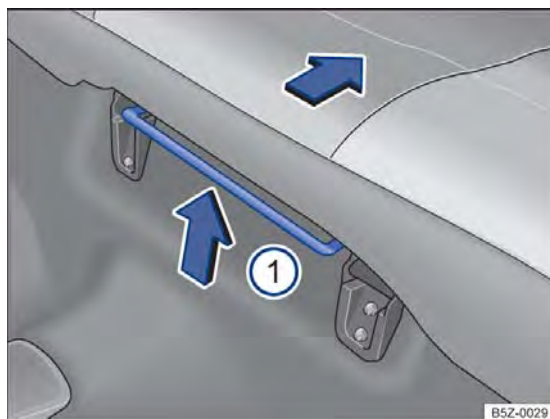

Fig. 76 Alavanca para regulagem longitudinal do banco traseiro ①.
- Levantar a alavanca → Fig. 76  e deslizar o banco para a frente ou para trás.